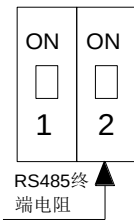

图 5
- 2. RS485 终端电阻(120Ω)由拨动开关选择，如图 5。当“2”拨到 ON 时，为选择终端电阻(120Ω)，否则为无终端电阻。